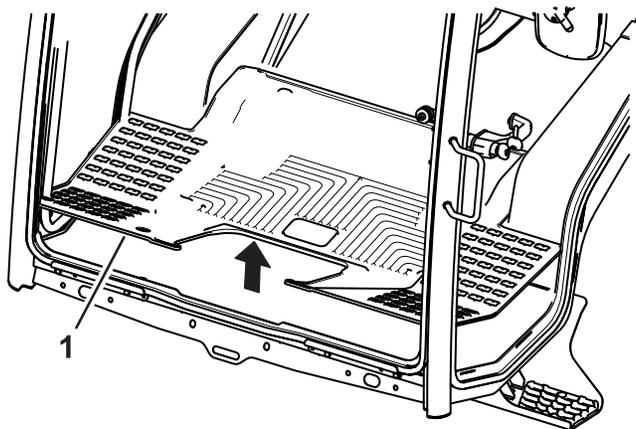

Figure 10
1. Retirez le tapis de plancher en caoutchouc (Figure 10).